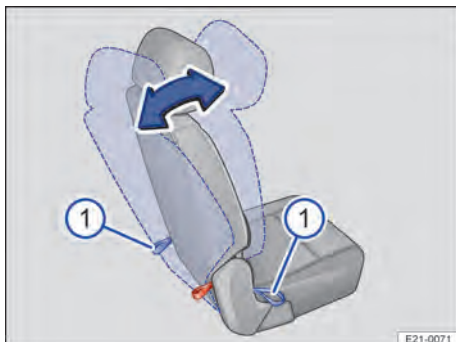

Abb. 68 Zweite Sitzreihe: Neigung der Sitzlehne einstellen.
1. Sitzlehne mit einer Hand belasten und gleichzeitig eine der zugehörigen Zugschlaufen hinter dem Sitz nach hinten oder seitlich am Sitz nach vorne ziehen → Abb. 68 ①.